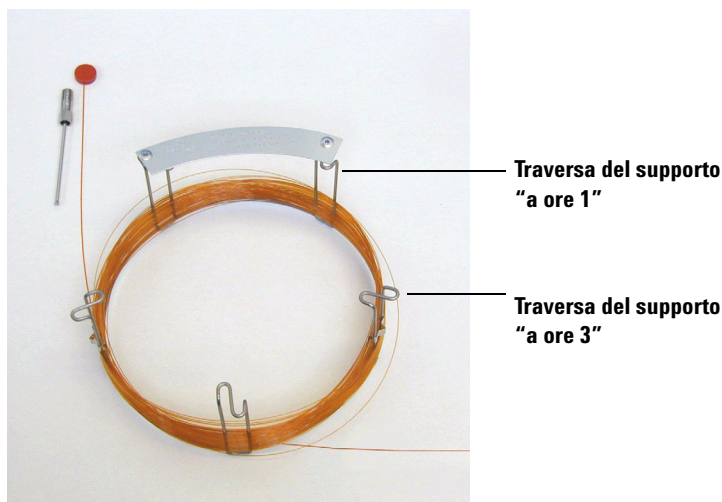

Figura 3 Colonna con 2 giri svolti
- 2 Rimuovere il tappo del setto dal lato USCITA della colonna e svolgere 2 giri della colonna. Vedere la Figura 3.